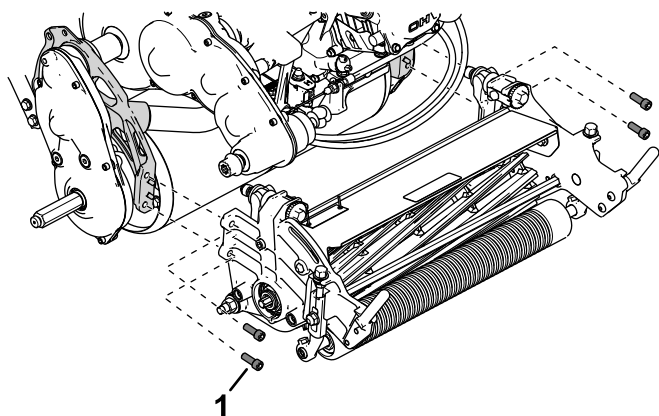

Figura 50
4. Rimuovete le viti a testa incassata che fissano l'apparato di taglio al telaio (Figura 50).